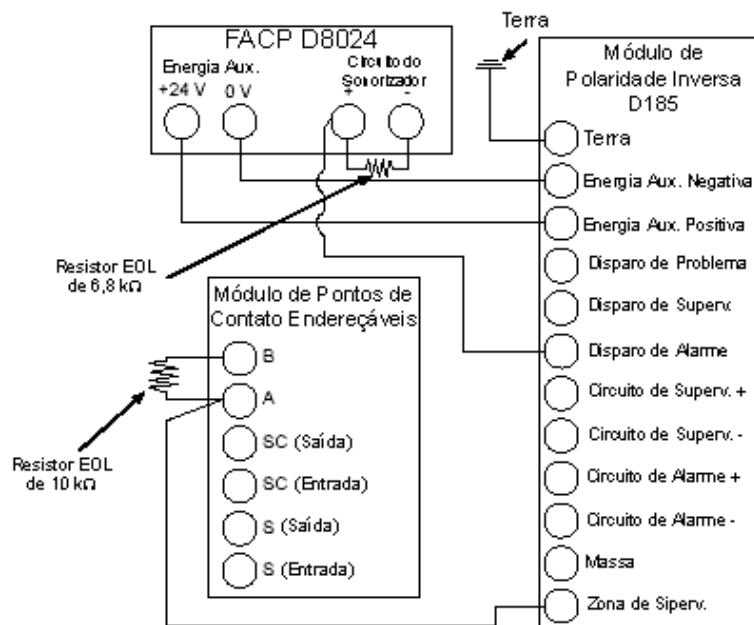

Figura 19: Sinalização da Estação Remota
- 2) Conectar o D185 ao painel de controle e ao módulo de contato de pontos, como mostrado na Figura 19.